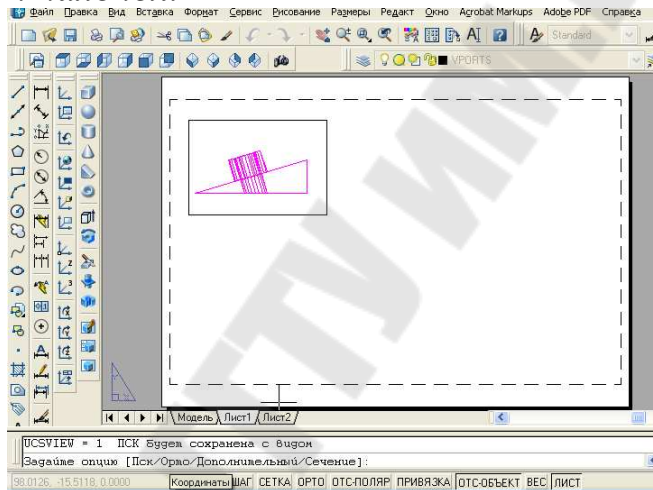

Рис. 9.15.– Фронтальная проекция детали
1) Получить главный - фронтальную проекцию детали (см рис. 9.15):